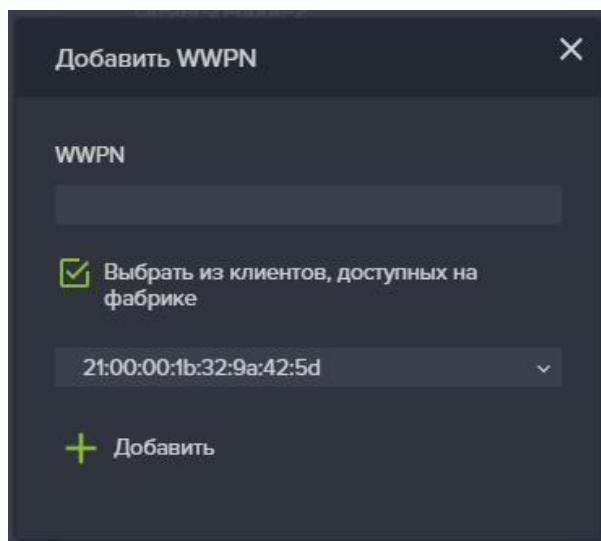

Рисунок 72 – Добавление WWN клиенту
7. Введите WWPN вручную в поле WWPN, или выберите из выпадающего списка нужные WWPN для чего отметьте флажок «Выбрать из клиентов, доступных на фабрике» (см. Рисунок 72)